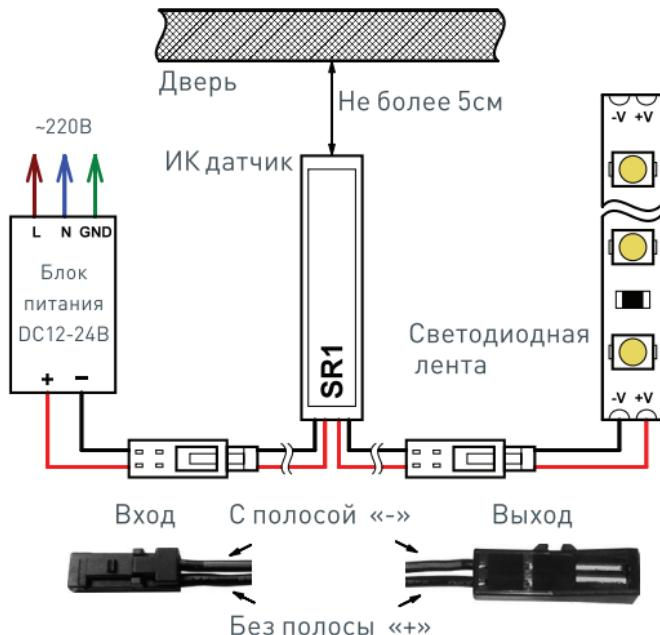

Рис.1. Схема подключения.
- 3.3. Подключите светодиодную ленту к выходу датчика [Рис.1]. Соблюдайте полярность.